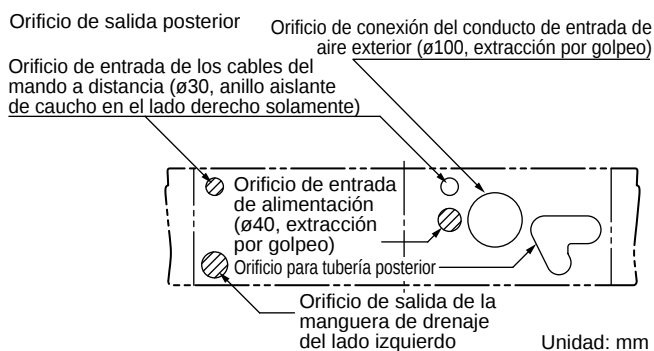
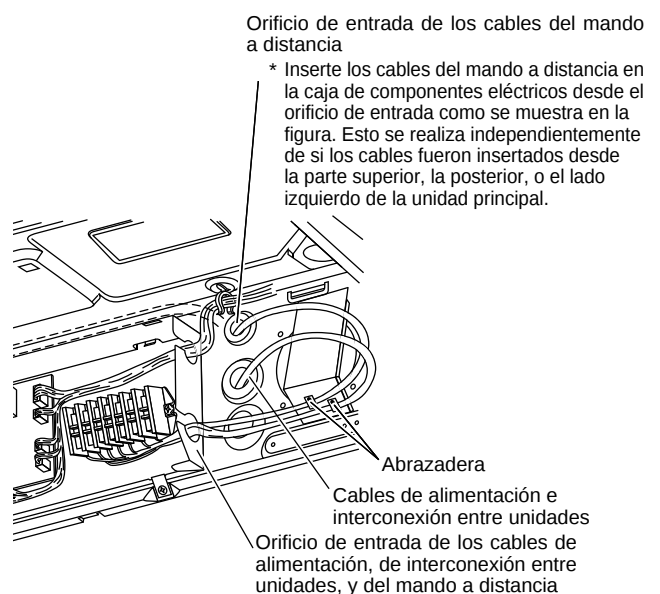

Fig. 3-50
Fig. 3-55
En la parte posterior derecha del panel superior de la unidad interior existe un orificio (de extracción por golpeo) de conexión de conducto para aspirar aire fresco. Si es necesario aspirar aire fresco, retire la cubierta abriendo el orificio y conectando el conducto a la unidad interior a través del orificio de conexión. (Fig. 3-50)
- * Cuando enrute la tubería a través de los lados superior o derecho, extraiga las partes apropiadas del panel superior y corte muescas en el panel lateral (Fig. 3-50).
Los orificios de entrada de los cables del mando a distancia se encuentran en la parte superior y en la posterior (para utilizarse con el mando a distancia con cables.) Con respecto a los detalles, consulte la Fig. 3-50. Con respecto al método para insertar los cables, consulte la Fig. 3-55.